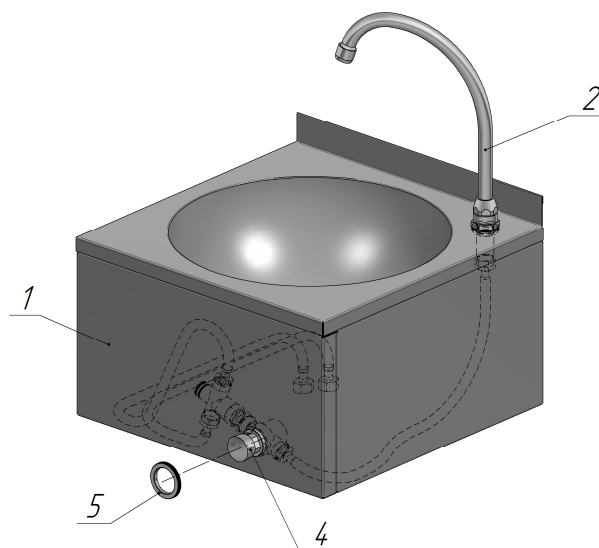

Рис. 2 – Схема установки кнопки-таймера и излива на раковину
- 7.3 Установить излив (поз.2) на раковину (поз.1), согласно рис.2.
- 7.4 Установить кнопку-таймер (поз.4) на раковину под углом, исключая перегиб гибкой подводки, затянув прижимной гайкой (поз.5), согласно рис.2.